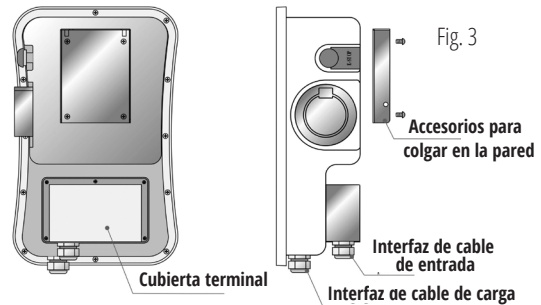

Fig. 3
**PASO 2. EL CUERPO DE LA ESTACIÓN DE CARGA.** Como muestra la Fig. 3, fije el soporte al cuerpo de la estación de carga con 4 tornillos (M5×8).